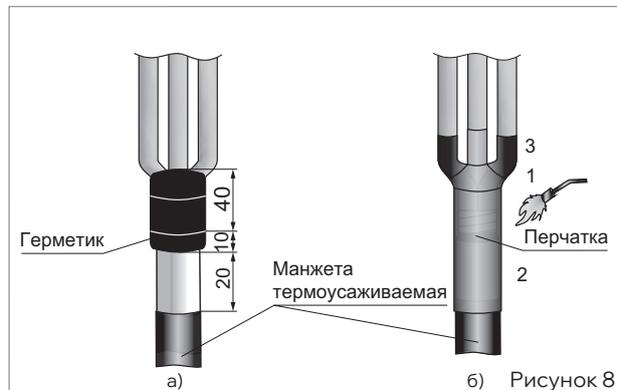

Рисунок 8
- Обмотать длинную ленту герметика по краю металлической оболочки с заходом на 10 мм на оболочку и вверх на 40 мм по жилам кабеля, удаляя разделительную бумагу (рис. 8а).
- В последнюю очередь усадить пальцы перчатки на жилы кабеля. После усадки перчатка должна плотно облегать манжету и трубки на жилах кабеля, а по торцам основания перчатки и пальцев должен быть виден выступивший расплавленный клей (рис. 8б).